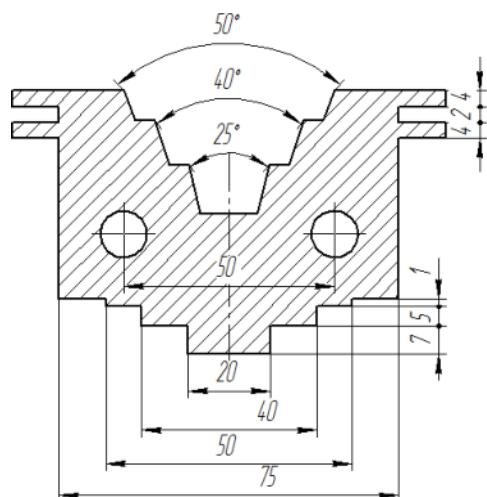

Рисунок 11
1. Размеры разделяют на **линейные** (в мм - не указывают на чертеже) и **угловые** (градусы, минуты, секунды – обозначают на чертеже) Рис. 11
2. Размеры указывают размерными числами, выносными и размерными линиями (Рис.11)
11. На параллельных размерных линиях размерные числа располагают в шахматном порядке (Рис. 11).
так, чтобы острый угол его был направлен в сторону уклона прямой (рис. 11, б). Уклон, как и конусность, на чертеже задают простой дробью, в процентах или в промилях.